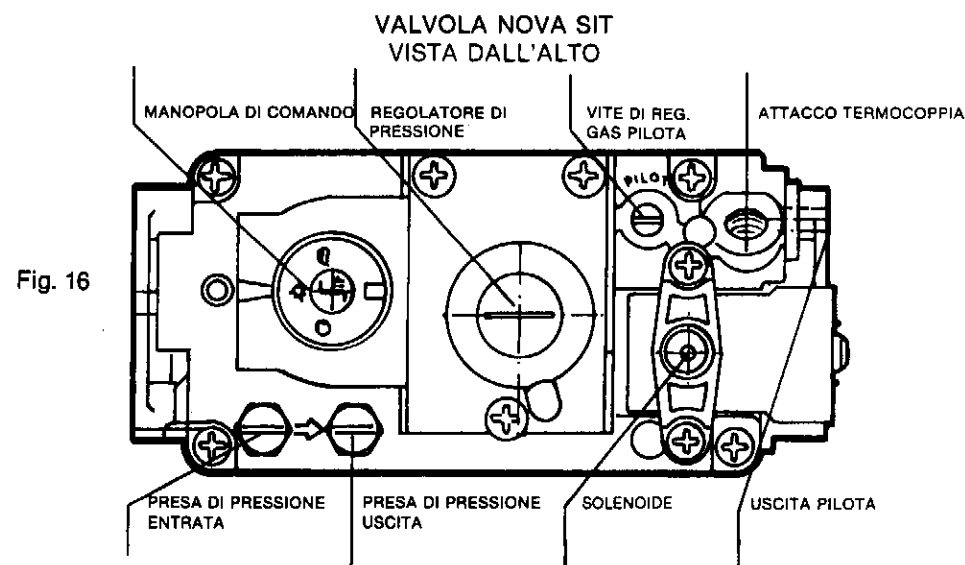

Fig. 16
ACCENSIONE DELLE CALDAIE GAS/B CON VALVOLA NOVA (Fig. 16)
- per diminuire il gas al pilota occorre agire sulla vite indicata in Fig. 16 ruotandola in senso orario;
- togliere il tappo al regolatore di pressione (vedi Fig. 16). Per aumentare la portata del gas occorre girare la vite del regolatore di pressione in senso orario, per diminuirla in senso antiorario.